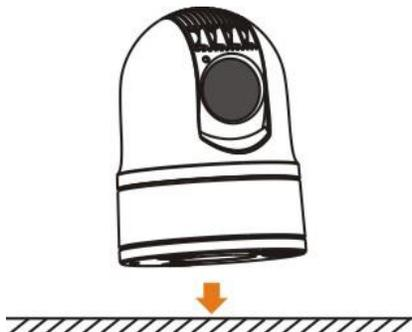

Рис. 11- Монтаж камеры
- 1.Извлеките из упаковки камеру и прочно закрепите ее на гладкой намагничиваемой металлической поверхности (см. рис. 11).